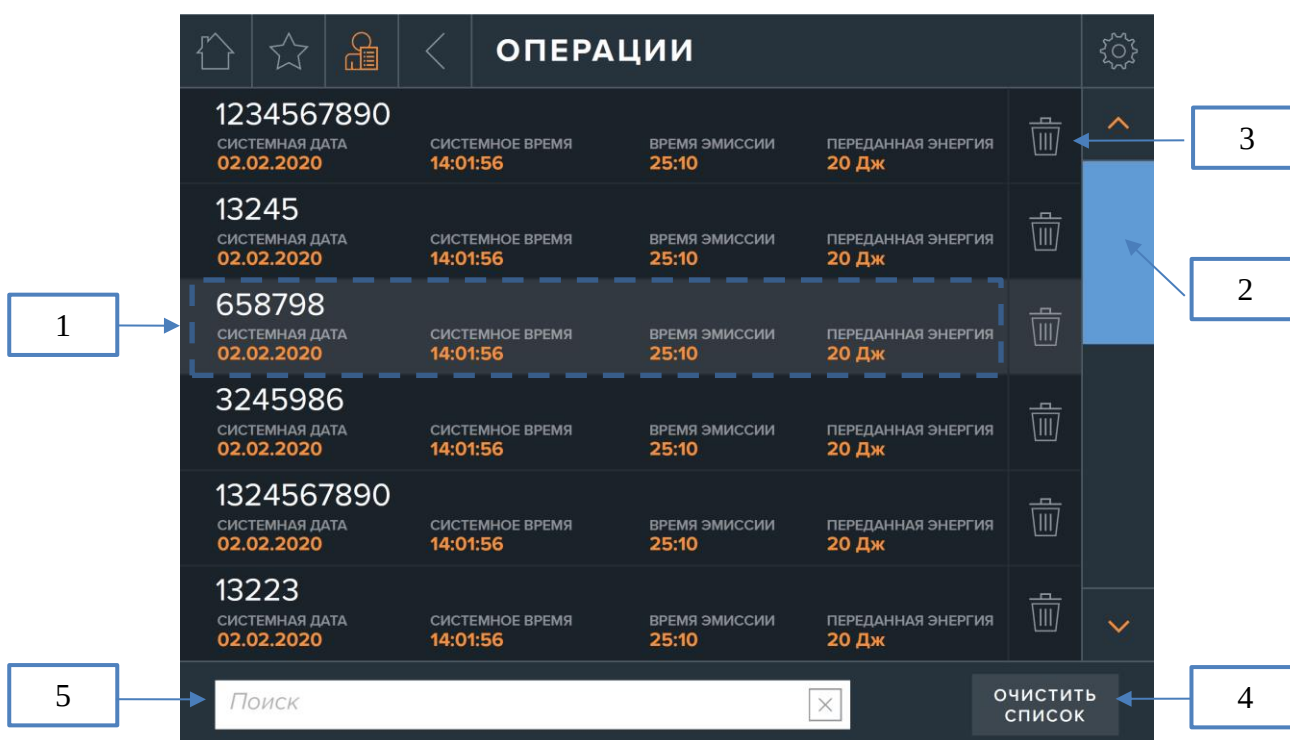

Рис. 37. Экран «ОПЕРАЦИИ».
На экране «ОПЕРАЦИИ» (рис. 37) отображается список сохраненных режимов (процедур) (максимальное количество – не более 100). Для просмотра информации о сохраненной операции, необходимо нажать на область с номером данной операции (1).